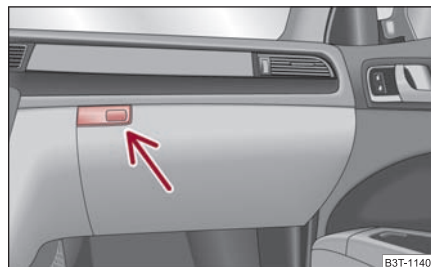

Fig. 107 Cuadro de interruptores: Compartimento guardaobjetos en el lado del acompañante
- Presione la tecla ⇒ fig. 107 - la tapa se abatirá hacia abajo.